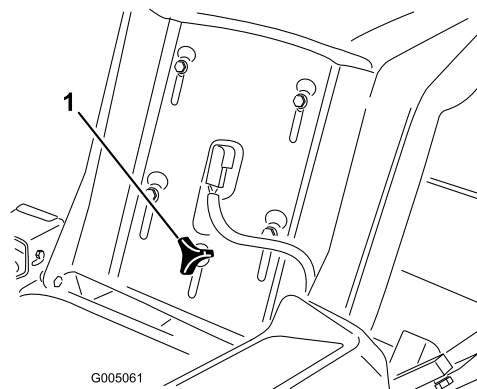

Figure 15
1. Soulevez le siège et desserrez les boutons de réglage jusqu'à ce que vous puissiez déplacer le siège (Figure 15).